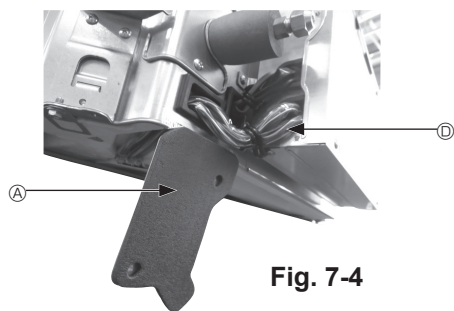

Fig. 7-4
- ① Uklonite dva vijaka kojima je pričvršćen poklopac žica glavne jedinice, a zatim otvorite poklopac.
- ② Usmjerite žice senzora i-See i signalnog prijemnika kroz ulaze za žice u kutiji s električnim komponentama kako je prikazano na dijagramu i oko tuljaca na strani glavne jedinice. (Fig. 7-4)